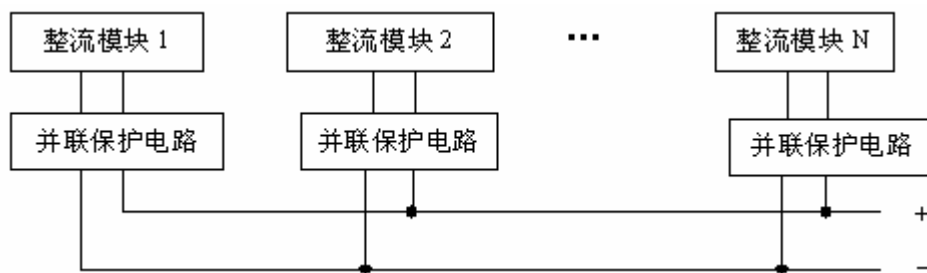

图 1-2 模块并机输出示意图
- Ⅰ 模块并联保护：每个模块内部均有并联保护电路，绝对保证故障模块自动退出系统，而不影响其它正常模块工作。模块并机输出示意图如图 1-2 所示。